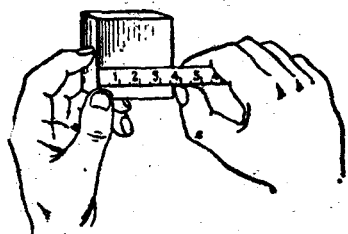

图 2
(1) 测量方形工件的长度。把钢尺如图 2 那样放在工件上面, 一端和工件对齐, 从另一端读出工件的长度。这时应当注意: ①钢尺应当和工件的侧边平行, 如果放斜了, 量得的结果就比实际尺寸要大。②